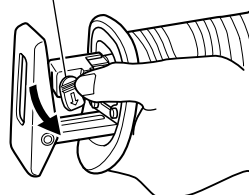

Fig. 6
- (2) Pousser le levier dans le sens de la flèche, indiquée sur la Fig. 6, marquée sur le levier. (Fig. 6)
- (2) Après avoir poussé le levier dans le sens de la flèche de la Fig. 6, tourner la lame de façon qu'elle soit orientée vers le bas. La lame doit tomber sous l'effet de son propre poids. Si la lame ne tombe pas, tirer dessus avec la main.